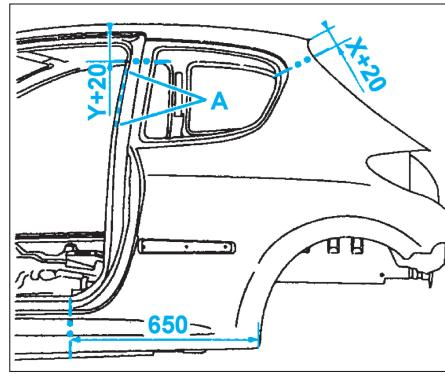

FIG. 106
- Tracer puis découper l'aile à l'aide d'une meule épaisseur 1 mm (coupe provisoire) (Fig.106).
- Appliquer une colle de calage structurel suivant (B).
- par points bouchons au MIG suivant (A) et meuler (Fig.106),